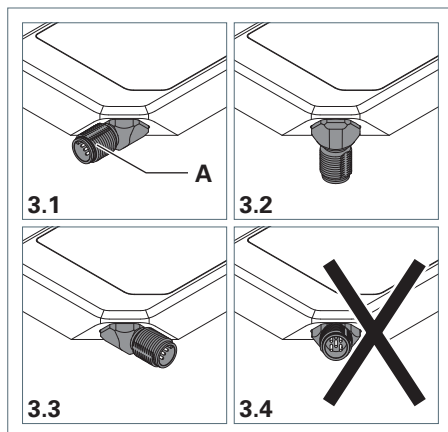

Fig. 3: APA – Posizioni della spina.
- Ruotare la spina **A** nella posizione prevista, vedi Fig. 3. La posizione 3.4 non è consentita in quanto è senza funzione.